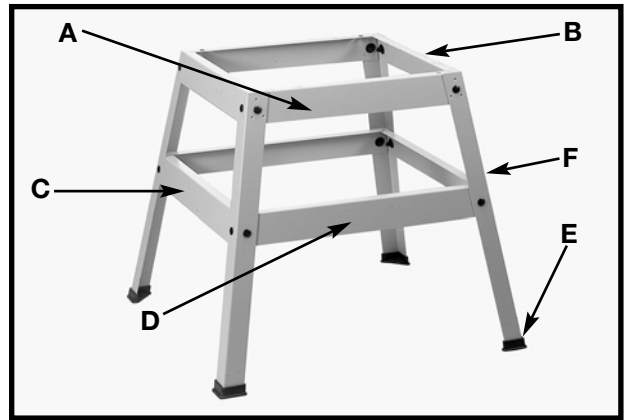

Fig. 4C
1. Monte la base de soporte de la manera que se muestra en la Fig. 4C, utilizando 16 pernos de M8x1.25x20mm carruaje, 3/8 plug. arandelas planas y M8x1.25 tuercas hexagonales. No apriete completamente los herrajes en este momento. Hay letras estampadas en las ménsulas de la base de soporte para facilitar el montaje.
2. Monte los pies de goma (E), Fig. 4C, en la parte inferior de cada pata (F) de la manera que se muestra en la ilustración.